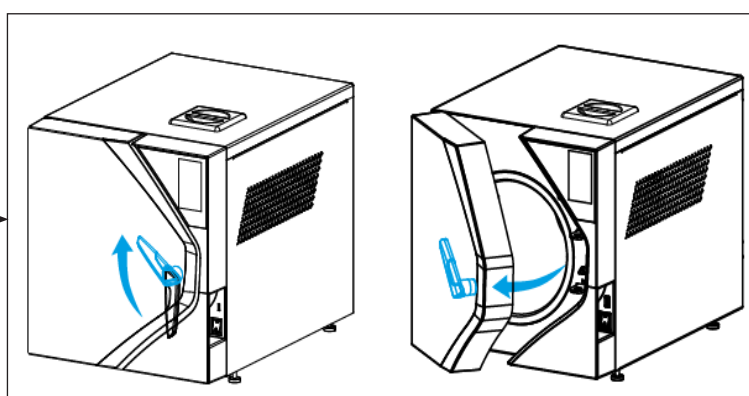

fig.8
- Aprire lo sportello (fig.8);